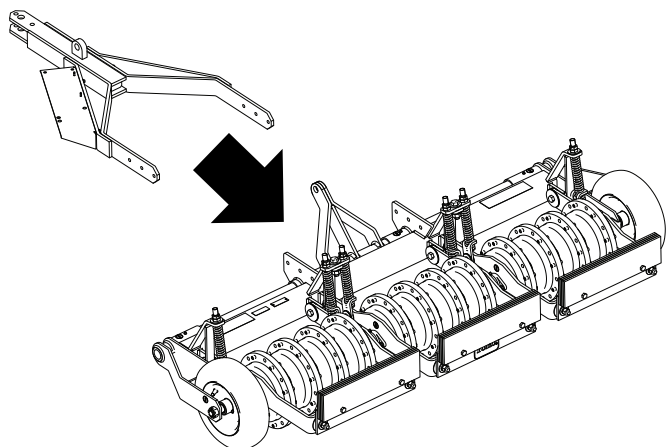

Figura 4
2. Alinhe o conjunto do garfo com o arejador como se mostra na Figura 4.